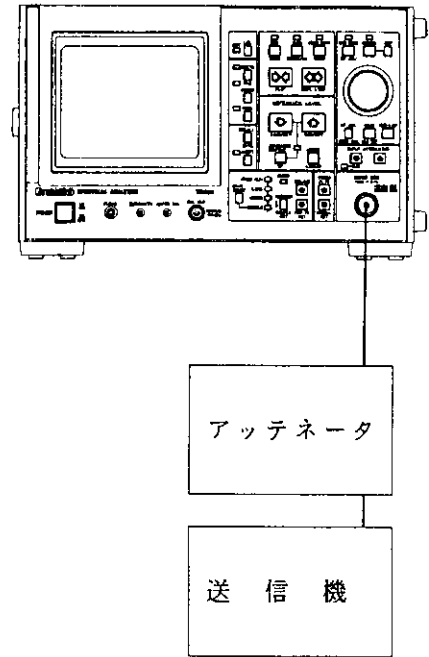

図 4-2 変調波測定の
手順① AM送信機出力を、必要に応じて外部アッテネータを経由させて本器のINPUT コネクタに接続します (図 4-2)。
手順① 〔図 4-2〕に示すようにAM送信器出力を、必要に応じて外部アッテネータを経由させて本体の INPUTコネクタに接続します。
手順① 〔図 4-2〕に示すようにFM送信器出力を、必要に応じて外部アッテネータを経由させて本体のINPUT コネクタに接続します。